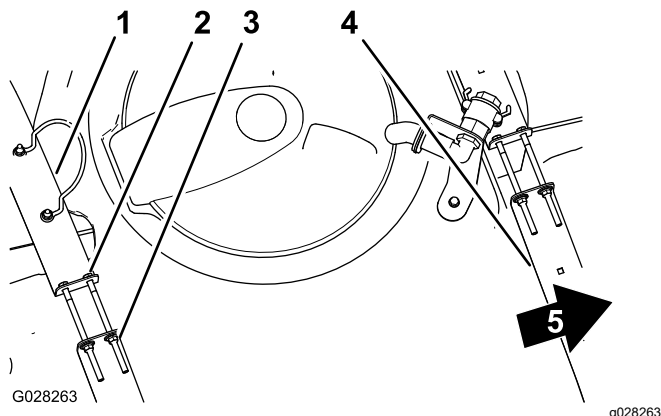

Figura 20
2. Verifique se há algum movimento entre as correias do depósito e o depósito (Figura 20).
3. Se as correias do depósito estiverem largas, aperte os parafusos e as porcas de bloqueio na parte superior das correias até estas ficarem justas à superfície do depósito (Figura 20).